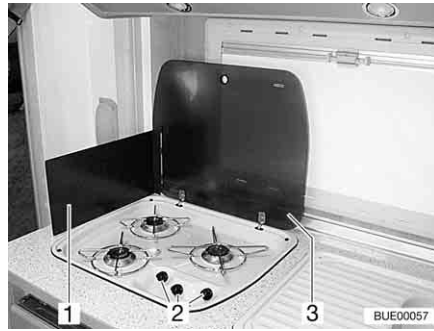

Bild 163 Gaskocher
Ein Hitzeschutz (Bild 163,1) schützt die Möbel in der Nähe des Gaskochers.
- Gaskocher-Abdeckung (Bild 163,3) öffnen.
- Drehregler (Bild 163,2) der gewünschten Brennstelle auf Zündposition (große Flamme) drehen.